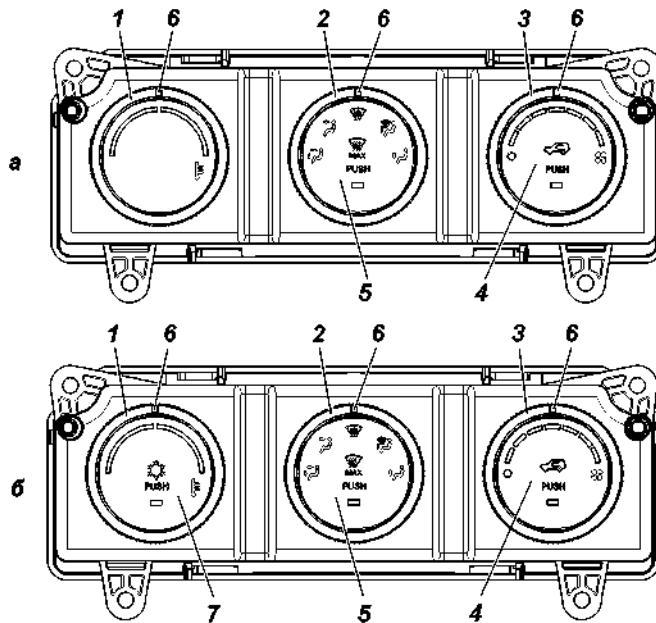

Рис. 3.25. Пульт управления отопителем:
Отопление, вентиляция и кондиционирование салона управляются пультами (рис. 3.25 а,б), которые являются основными устройствами управления.
#### *Пульт управления (рис. 3.25)*
##### **2 – поворотный переключатель распределения потоков воздуха (рис. 3.25 а, б).**
##### **4 – кнопочный переключатель режима «приточный воздух-рециркуляция» (рис. 3.25) со световым индикатором.**
**7 – кнопочный переключатель режима кондиционирования** (рис. 3.25 б) со световым индикатором.
С помощью поворотного переключателя 3 (рис. 3.25) можно установить необходимую скорость потока воздуха, поступающего в салон через дефлекторы и воздуховоды. Для уменьшения попадания в салон через неплотности пыли и наружного воздуха с нежелательной температурой рекомендуется всегда включать вентилятор не ниже 3-й скорости. При увеличении количества пассажиров в салоне рекомендуется увеличить скорость вентилятора для исключения возможного запотевания стекол.
### *Режимы работы пульта (рис. 3.25)*
При вращении переключателя вентилятора 3 (рис. 3.25) в пределах делений 1 и 8, система включается на ручную регулировку, и скорость вентилятора повышается на одно деление вверх и вниз в пределах делений.
**Режим «Интенсивного обогрева ветрового стекла»** включается переключателем 5 (рис. 3.25), передавая сигнал на пульт, который формирует и передает на исполнительные устройства управляющие сигналы, необходимые для перехода пульта в данный режим.
В этом режиме пульт переводит заслонку воздухораспределения в положение «На стекло», заслонку подмешивания в положение, соответствующее 8-мой позиции переключателя 1 (рис. 3.25). Вращение вентилятора при этом происходит со скоростью, соответствующей 7-мой позиции переключателя 3. В данном режиме работы пульт не реагирует на изменения положений поворотных переключателей.
Включение кондиционера производится нажатием кнопки 7 (рис. 3.25 б).
Для более эффективного охлаждения, кнопкой 4 (рис. 3.25) включается режим рециркуляции (забор воздуха будет осуществляться из салона автомобиля).
**ВНИМАНИЕ!** При длительной работе кондиционера на холостом ходу двигателя и при движении в тяжелых условиях с нагрузкой на двигатель близкой к максимальной, с целью исключения перегрева двигателя, возможны автоматические отключения компрессора кондиционера со снижением эффективности охлаждения салона. Для повышения эффективности работы кондиционера при данных условиях эксплуатации, рекомендуется увеличить скорость вращения вентилятора климатической установки поворотом переключателя 3 (рис. 3.25) и включить режим «рециркуляции воздуха» на не продолжительное время 5-10 минут.